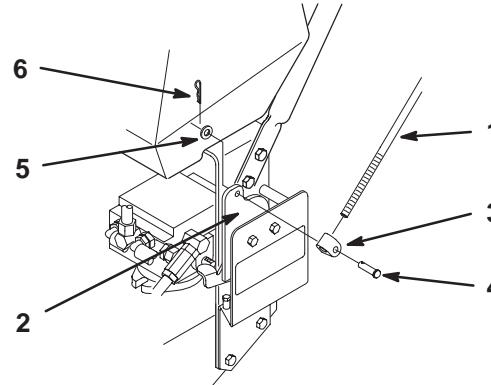

Bild 4
1. Schieben Sie die Lastösenbolzen durch die Gestängebefestigung und das Befestigungslöch in der Schaltbügelhalterung (von außen). Befestigen Sie den Lastösenbolzen mit einer Scheibe und einem Splint (Bild 4).
4. Drücken Sie das Gestänge nach vorne, bis das Lager den Anschlag der Schaltbügelhalterung berührt. Drehen Sie das Gestänge in der Befestigung an der Schaltbügelhalterung hinein oder heraus, bis das Gestänge mit den Löchern an den oberen Schaltbügeln ausgerichtet ist (Bild 4).
4. Drücken Sie das Gestänge nach vorne, bis das Lager den Anschlag der Schaltbügelhalterung berührt. Lockern Sie die Flügelmutter und drehen Sie die Spannschraube hinein oder heraus, bis das Gestänge mit den Löchern in den oberen Schaltbügeln ausgerichtet ist (Bild 4).